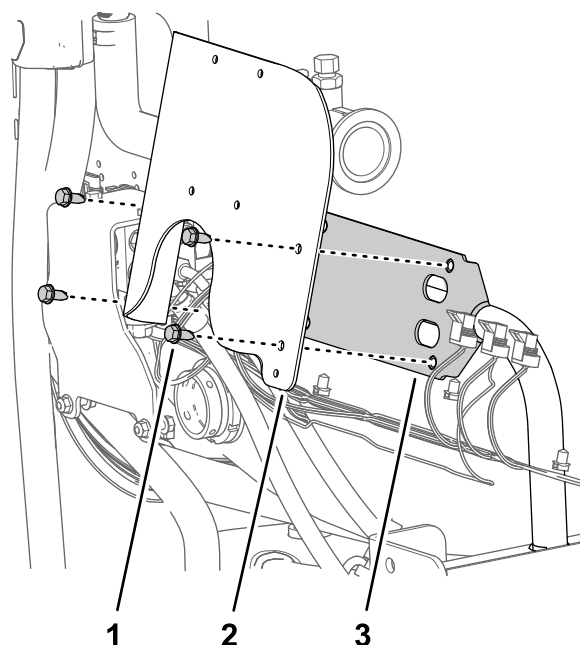

Рисунок 74
- Совместите отверстия в кронштейне расходомера с отверстиями в опоре крепления клапана (Рисунок 74).